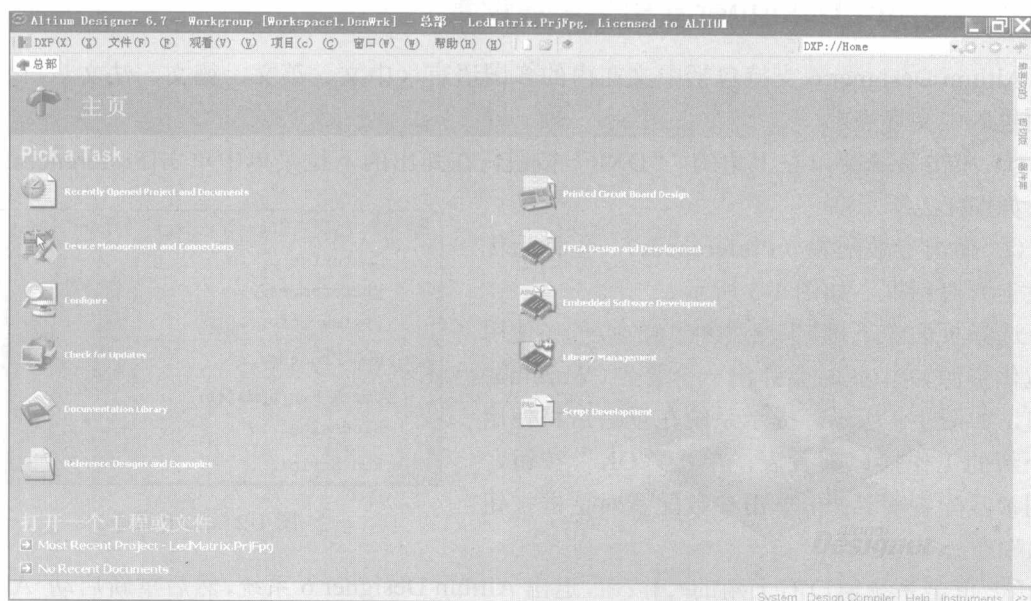

图 1-5 Altium Designer 6 中文界面
③ 单击系统窗口右上角的 按钮，退出 Altium Designer 6 系统，然后重新启动 Altium Designer 6 系统，即变为中文界面，如图 1-5 所示。
启动 Altium Designer 6 后,将出现如图 1-5 所示的主界面。主界面提供了一个管理接口,可以进行项目文件、设计文档的创建和管理。该界面主要由系统菜单栏、工具栏、工作面板、文档标签栏、导航栏、面板标签、工作区、状态区、工作区面板标签等部分组成。